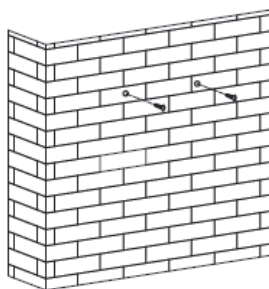

figure 2
3. Accrochez la hotte sur les vis. (figure 2)